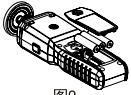

图9
- 本仪表的电源为3节1.5V AAA电池, 请参考图9安装或更换电池。